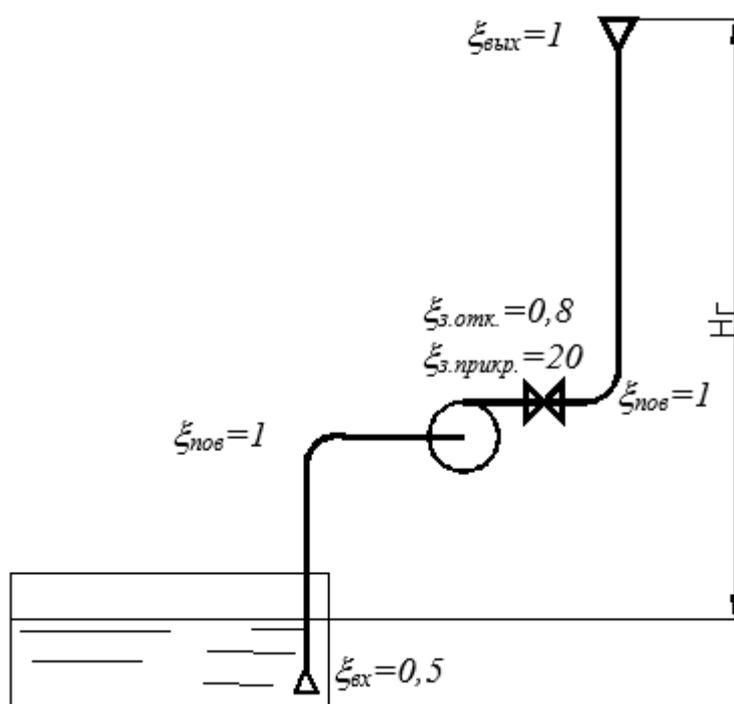

Рис. 3. Схема установки
**Постановка задачи.** Центробежный насос, характеристика которого задана, подаёт воду на геометрическую высоту  $H_T$  (рис. 3). Трубы всасывания и нагнетания имеют диаметры  $d_в$  и  $d_н$ , длины  $l_в$  и  $l_н$  соответственно. Температура подаваемой воды и соответствующие значения плотности воды  $\rho$  кг/м3 заданы.